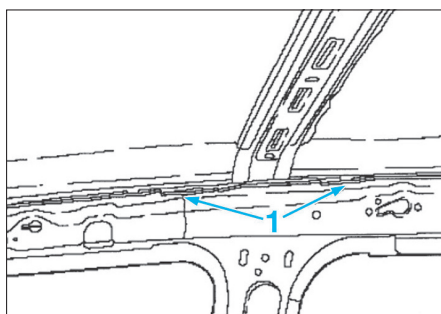

FIG. 41
• Effectuer 4 trous oblongs (8 x 24 mm) (Fig.41).